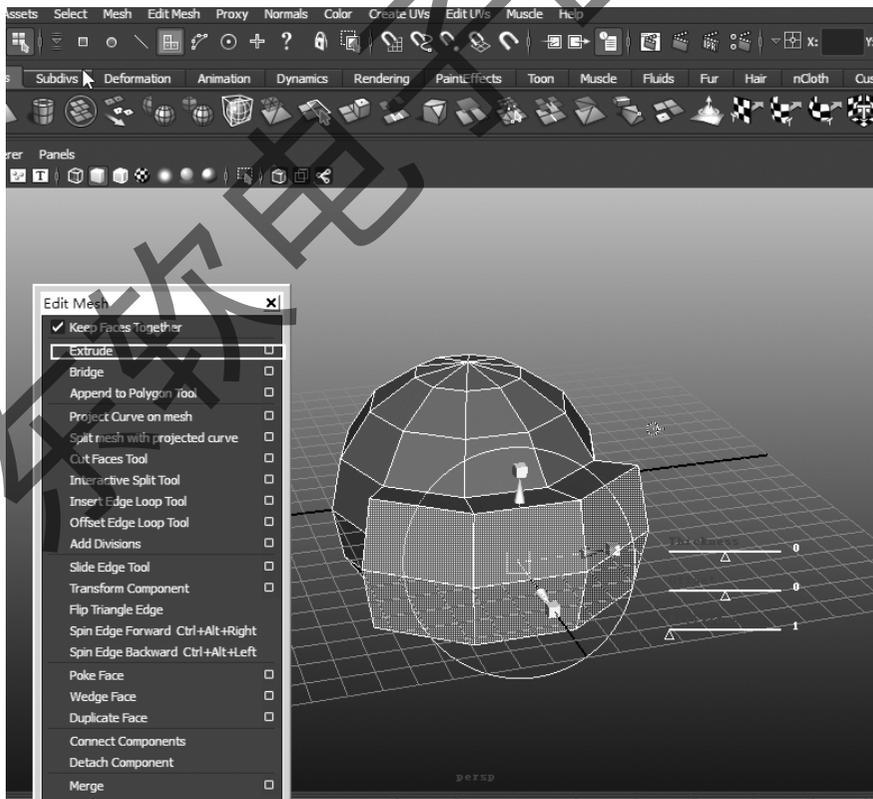

图 4-4 挤压面
Step 3: 在菜单栏中选择 Edit Mesh→Extrude 命令,如图 4-4 所示。这时候在所选面上会出现手柄,这代表操作成功,这个命令不要多次选择,否则会出现很多没有用的面。在这里要注意,将共面选项 Keep Faces Together 勾选。